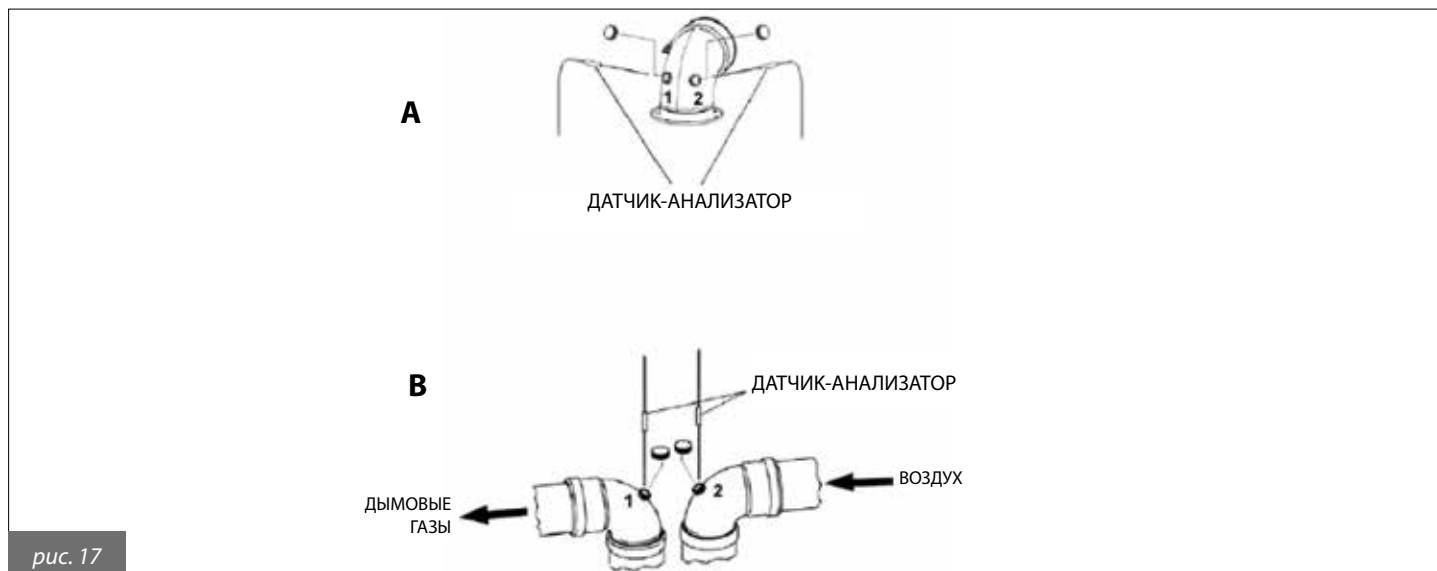

рис. 17
- Измерить температуру воздуха для горения через отверстие 1 (см. рис. 17 А для котлов с герметичной камерой сгорания, укомплектованных трубами со специальными отверстиями).
- Измерить температуру отходящих газов и содержание CO_2 через отверстие 2 (см. рис. 17 А для котлов с герметичной камерой сгорания, укомплектованных трубами со специальными отверстиями).
- Измерить температуру воздуха для горения через отверстие 2 (см. рис. 17 В для котлов с герметичной камерой сгорания, укомплектованных трубами со специальными отверстиями).
- Измерить температуру отходящих газов и содержание CO_2 через отверстие 1 (см. рис. 17 В для котлов с герметичной камерой сгорания, укомплектованных трубами со специальными отверстиями).